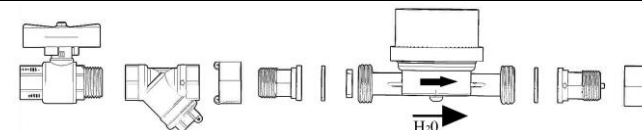

Рис. 4
7. Присоединительные штуцера соединить с трубопроводом, установить прокладки между счетчиком и штуцерами, затянуть накидные гайки. Для уплотнения соединения штуцеров счетчика с трубопроводом необходимо применять сантехнические уплотнители – лен, пасту или ленту. *Рис. 4*